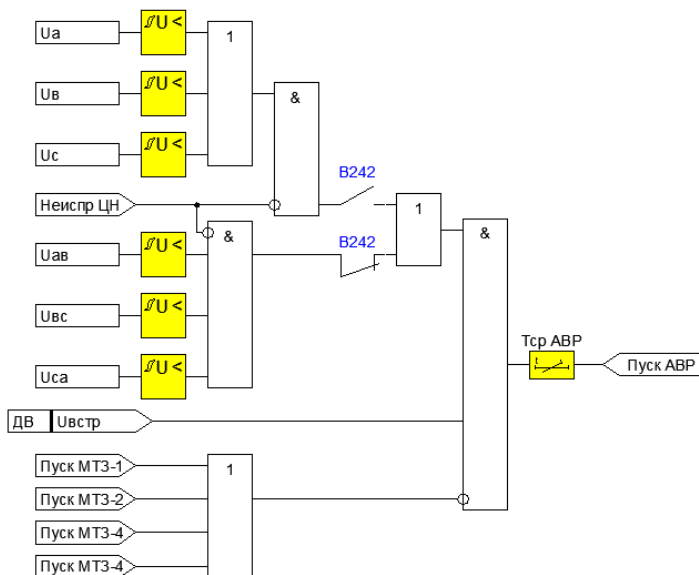

Рисунок 4.2.2 – Функциональная схема формирования сигнала пуска АВР
- **«Пуск АВР»** – является выходным сигналом пускового органа напряжения АВР, который формируется при снижении линейных (фазных) напряжений ниже заданной уставки и блокируется при неисправностях в цепях напряжения, срабатывании пусковых органов МТЗ и отсутствии напряжения на соседней секции шин (Рисунок 4.2.2);